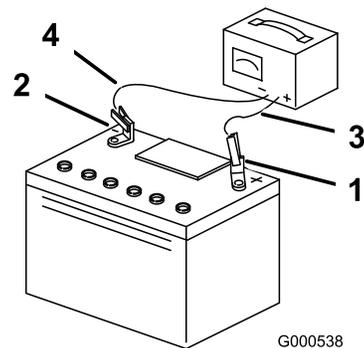

Рисунок 44
- После полной зарядки аккумуляторной батареи отключите зарядное устройство от сети, а затем от штырей аккумуляторной батареи (Рисунок 44).